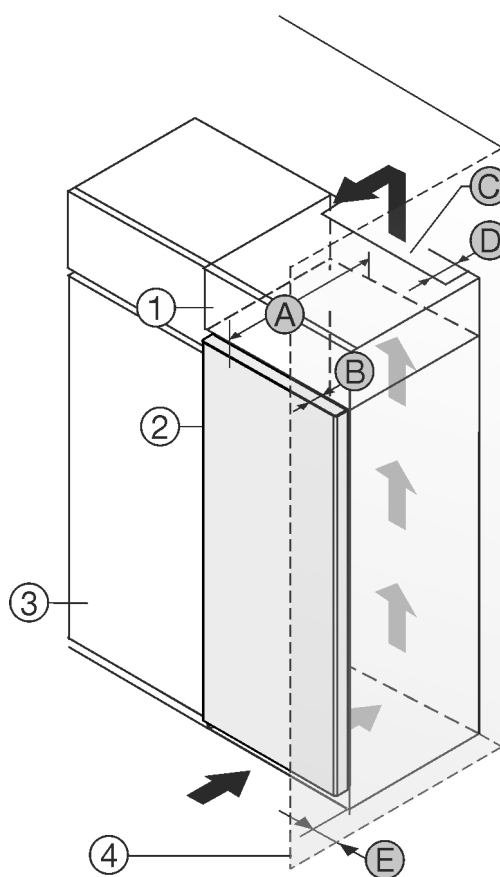

Fig. 1
- (1) Armadietto sovrapponibile
- (2) Apparecchiatura
- (3) Mobile da cucina
- (4) Parete
- (A) Profondità apparecchiatura
- (B) Profondità porta
- (C) Sezione di ventilazione
- (D) Distanza lato posteriore apparecchiatura
- (E) Distanza lato apparecchiatura
È possibile posizionare l'apparecchiatura accanto a un mobile da cucina Fig. 1 (3).
Sul lato posteriore dell'armadietto sovrapponibile deve essere presente un vano di scarico dell'aria con la profondità Fig. 1 (D) che attraversa l'intera larghezza dell'armadietto sovrapponibile.
Sotto al soffitto deve essere presente la sezione di ventilazione Fig. 1 (C).
Se si installa l'apparecchiatura con le cerniere accanto a una parete Fig. 1 (4), la distanza tra l'apparecchiatura e la parete deve essere di almeno 13 mm.
Se si installa l'apparecchiatura con le cerniere accanto a una parete Fig. 1 (4), la distanza tra l'apparecchiatura e la parete deve essere di almeno 20 mm.
Per poter aprire completamente la porta, installare l'apparecchiatura in modo che sporga dal frontale del mobile da cucina almeno della misura della profondità della porta Fig. 1 (B). L'apparecchiatura può sporgere ulteriormente a seconda della profondità dei mobili da cucina Fig. 1 (3) e dell'utilizzo di distanziatori a parete.